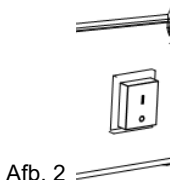

Abb. 2
- a. Stellen Sie den Ein-/Aus-Schalter auf Position I und überprüfen Sie, ob sich der Ventilator ordnungsgemäß in Betrieb setzt. (Abb. 2.).